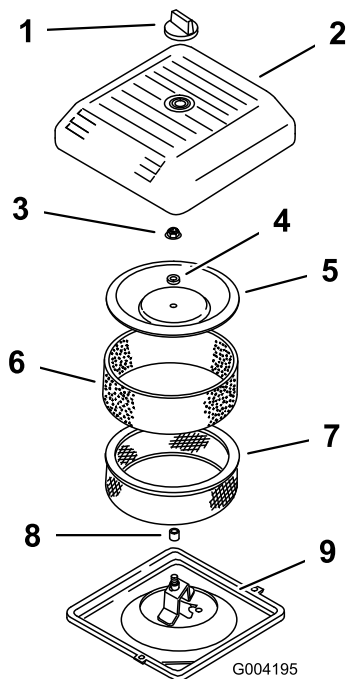

Figure 14
2. Dévissez le bouton et déposez le couvercle du filtre à air (Figure 14).
3. Glissez délicatement le préfiltre en mousse hors de l'élément en papier (Figure 14).
4. Dévissez l'écrou du couvercle et enlevez le couvercle, l'entretoise et l'élément en papier (Figure 14).
2. Posez le filtre à air sur sa base (Figure 14).
3. Montez le couvercle, l'entretoise et fixez-le avec l'écrou (Figure 14). Serrez l'écrou à 10,7 Nm.
4. Remettez le couvercle du filtre à air et fixez-le à l'aide du bouton (Figure 14).